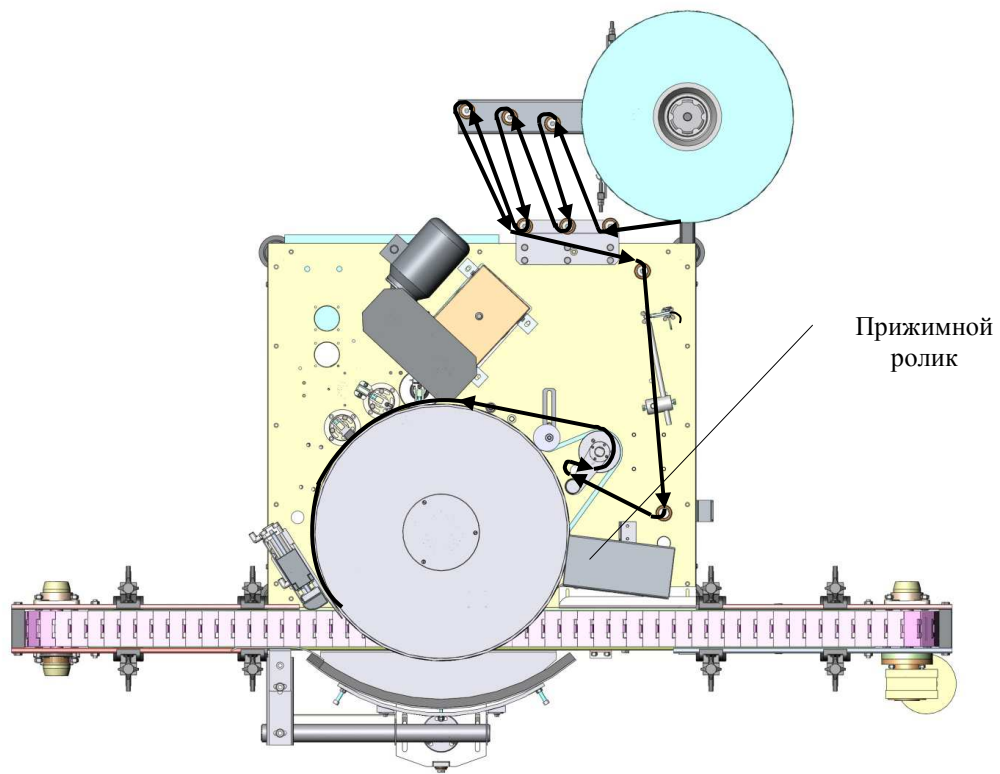
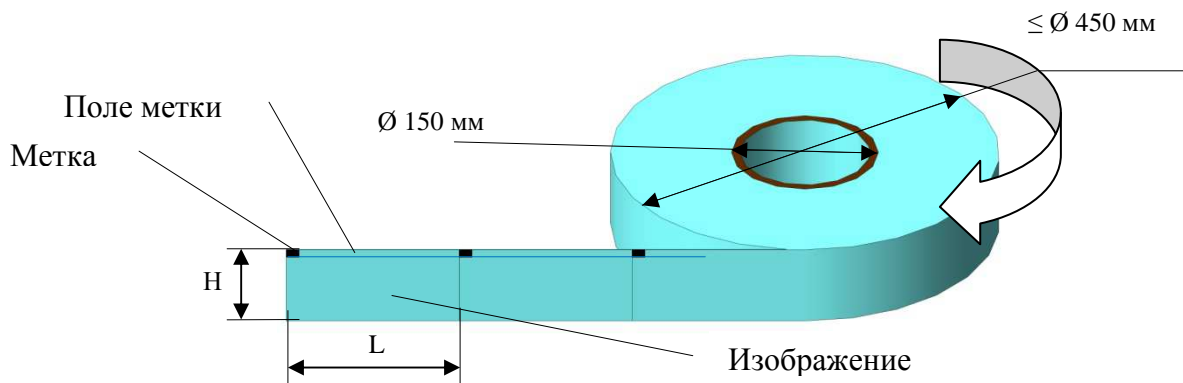
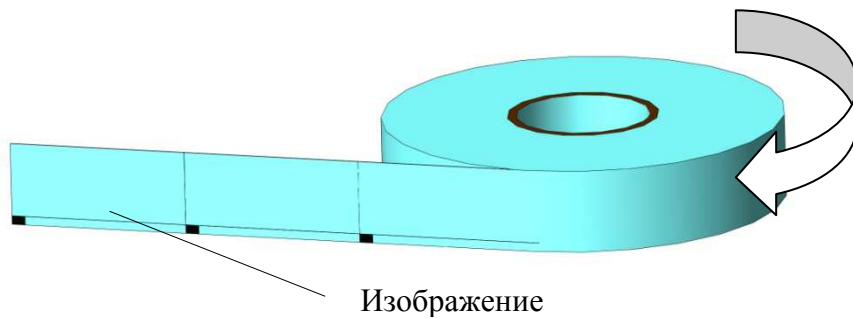

Рисунок 6
Рисунок 7
Рисунок 8
Заправку пленки на правый станок без датировщика отображает Рисунок 6. Пленка должна быть намотана на катушке, как показывает Рисунок 7, при положении метки сверху или как Рисунок 8, при положении метки снизу.
- создать петлю возле ролика протяжки ленты и установить прижимной ролик 1 Рисунок 6;